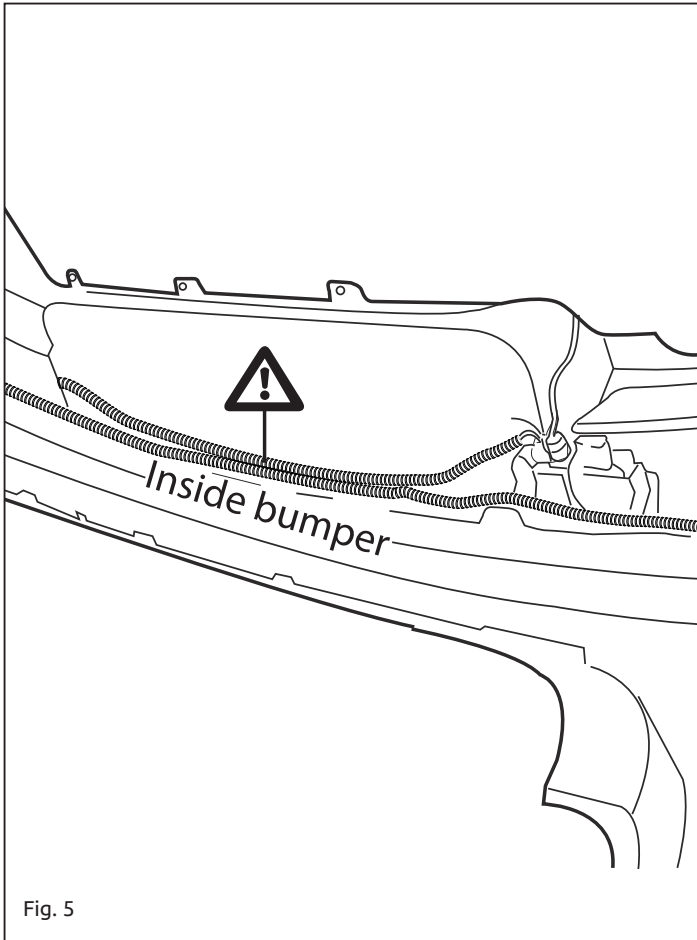

Fig. 5
12. **Внимание!** При монтаже деталей буксирного крюка следите за тем, чтобы не были повреждены имеющиеся провода. См. рисунок 5.